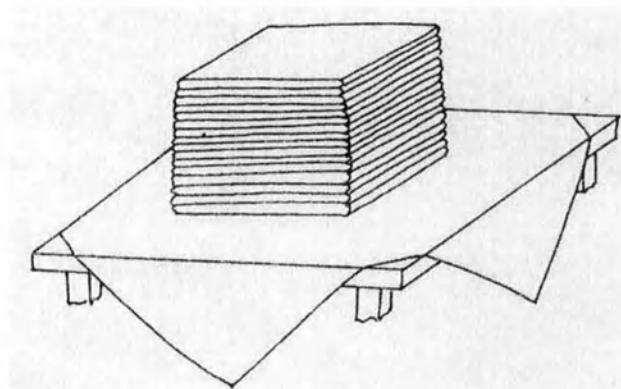

Рис. 4. Стопка из 16 простыней, готовая для заворачивания
6.3. Сверху на стопку из 8 простыней укладывают еще 8 восемь простыней в соответствии с рис. 4. Все простыни в стопке выравнивают.